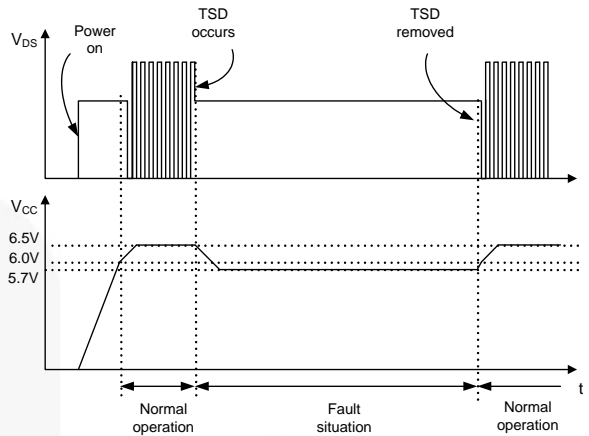

图 19. 过温保护 (OTP)
**3.2 热关断 (TSD):** senseFET 和控制 IC 设计在同一封装中, 使得控制 IC 能够轻松检测 senseFET 的异常过温情况。当温度超过大约  $140^\circ C$  时, 触发热关断。触发热关断 (TSD) 时, 延迟电流被禁用, 开关操作停止, 并且通过内部高压电流源极的  $V_{CC}$  从 6.5V 变为 5.7V, 如图 19 所示。由于 TSD 信号禁止 senseFET 进行开关操作, 因此直到结温充分降低, 才会出现开关操作。通常, 如果结温低于  $60^\circ C$ , TSD 信号会被解除, 并且  $V_{CC}$  被再次设为 6.5V。当  $V_{CC}$  从 5.7V 增大到 6.5V 时, 软启动功能使 senseFET 在没有电压和/或电流应力的情况下导通和关断。